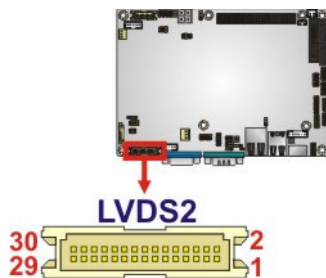

Figure 3-13: LVDS2 Connector Location
- CN Location:** See **Figure 3-13**